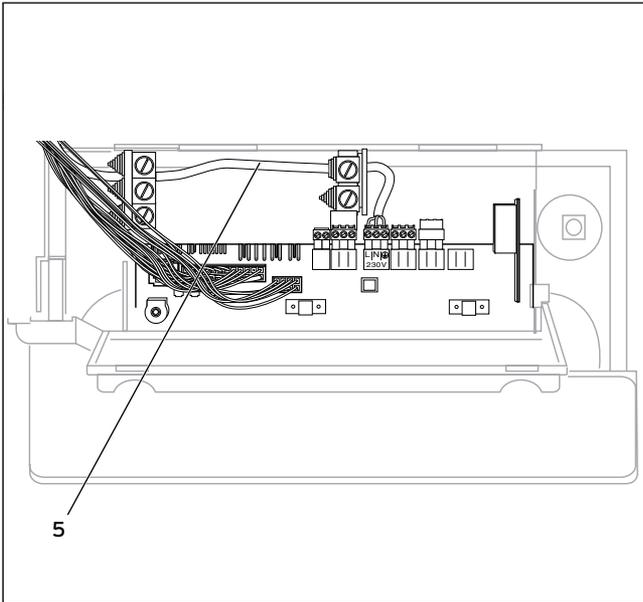

Abb. 4.8 Beispiel für Kabelführung
- Führen Sie anschließend die Netzleitung in die Elektronikbox ein und längen Sie die Leitung ab (s. Abb. 4.8).
- Führen Sie anschließend die Anschlussleitungen (5) in die Elektronikbox ein und längen Sie die Leitungen ab (s. Abb. 4.8).